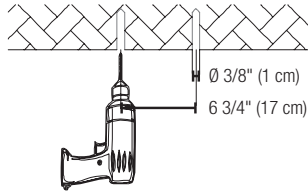

Figure 1-1
1. Make marks on the walls, and then drill holes on the marks (Figure 1-1).
1. Faites des marques sur les murs, puis percez des trous sur les marques (Figure 1-1).